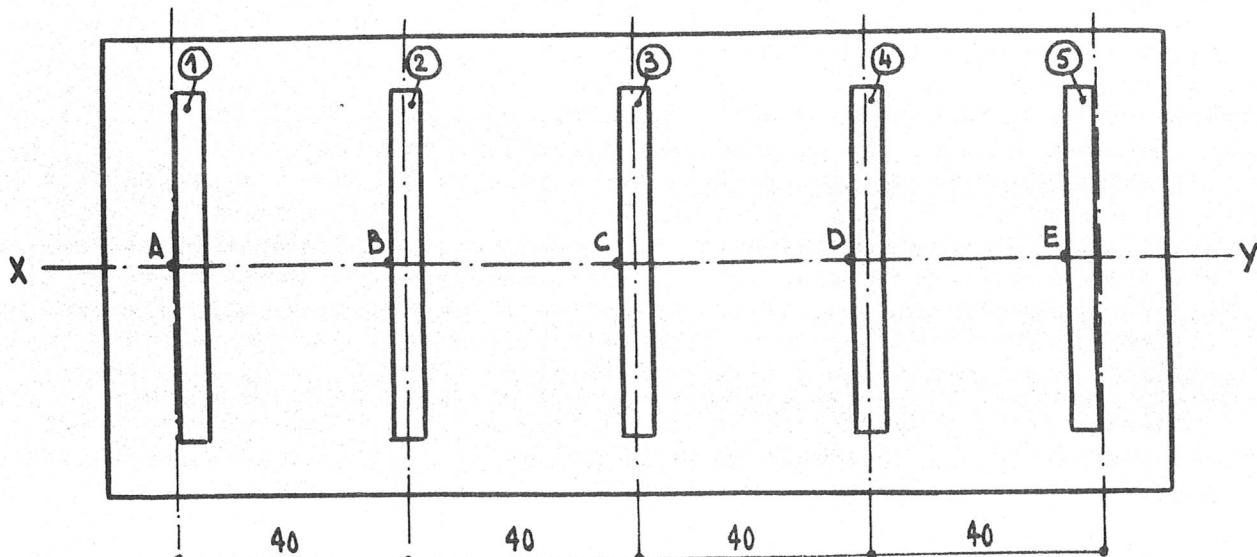

Fig:3
- REMARQUES : * Les cales 1 et 5 seront collées à l'intérieur de leur emplacement (v. fig. 3) on fait ainsi une petite erreur mais elle est négligeable.
Coller les cales de telle manière que les projections A,B,C,D,E, de l'axe de la pale, soient sur une même ligne droite xy (voir fig 3 et)